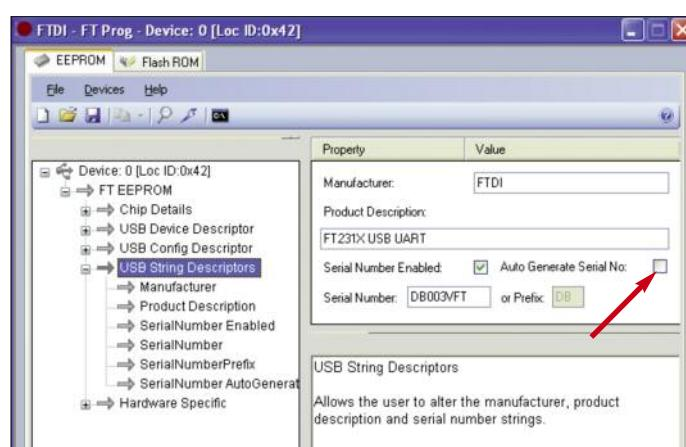

Bild 18:
3.) Übergang in den Programmiermodus durch Klick auf den Blitz (**Bild 18**)